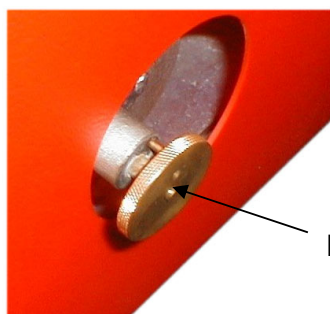

Bild 4
- 8.2 Die Seiltrommel wird mittels Schaltstift (Bild 4) vom Getriebe entkuppelt. Das Seil, 100m lang, wird ausgezogen und an dem im Boden verankerten Pflock befestigt. Spannen Sie das Seil über die Handkurbel. Danach wird die Seiltrommel wieder mit dem Getriebe durch den Schaltstift (Bild 5) gekuppelt. Das Rückschlagventil, das sich am Schlauch befindet, wird mit dem zweiten Pflock im Boden verankert.
Raststift ziehen und verriegeln (siehe auch Bild 4)